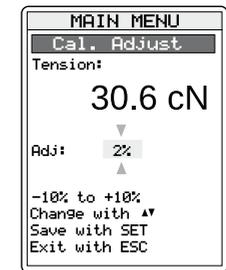

图3.5.5b
- 从主菜单中选择“Cal. Adjustment”菜单（图3.5.5b）